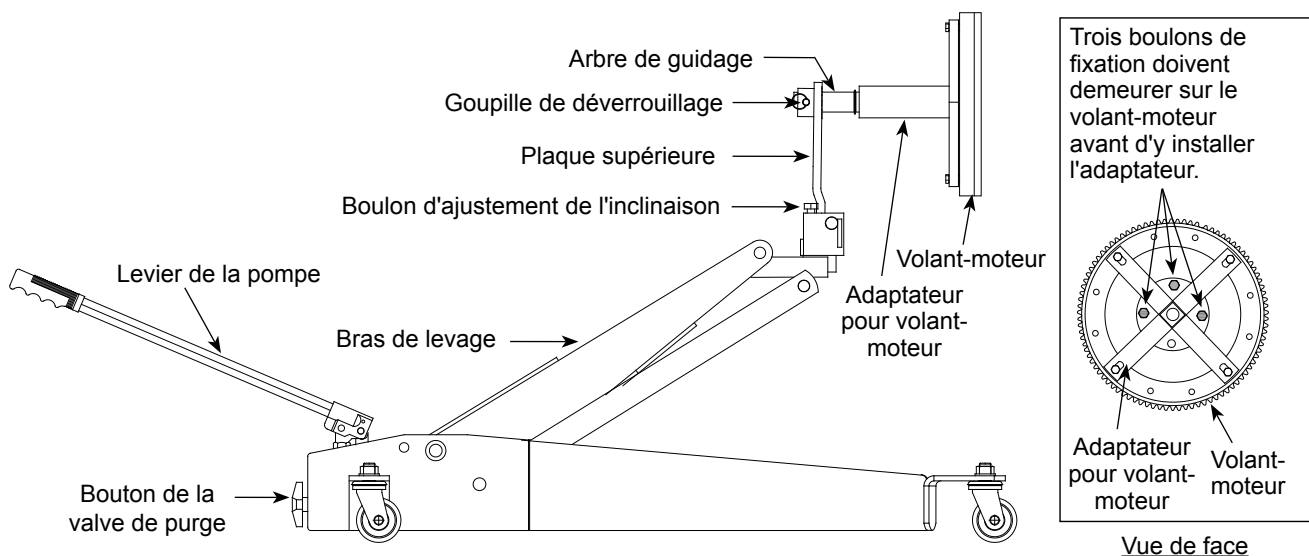

Figure 4 : Illustration d'utilisation de l'adaptateur pour volant-moteur
1. Enlevez tous les boulons de fixation du volant-moteur (les boulons qui fixent le volant-moteur à l'arbre à cames), à l'exception des trois boulons indiqués sur la figure 4.
2. Installez l'adaptateur pour volant-moteur comme montré à la figure 4. Fermez complètement le bouton de la valve de purge. Actionnez le levier du cric pour soulever le bras de levage et alignez l'adaptateur pour volant-moteur vis-à-vis du volant-moteur à l'aide du bouton d'ajustement de l'inclinaison.
1. Fermez la valve de purge à l'aide du bouton, actionnez le levier du cric et soulevez le volant-moteur pour le mettre à la position indiquée sur la figure 4. Ajustez la position du volant-moteur avec le bouton d'ajustement de l'inclinaison pour l'aligner sur l'arbre à cames.